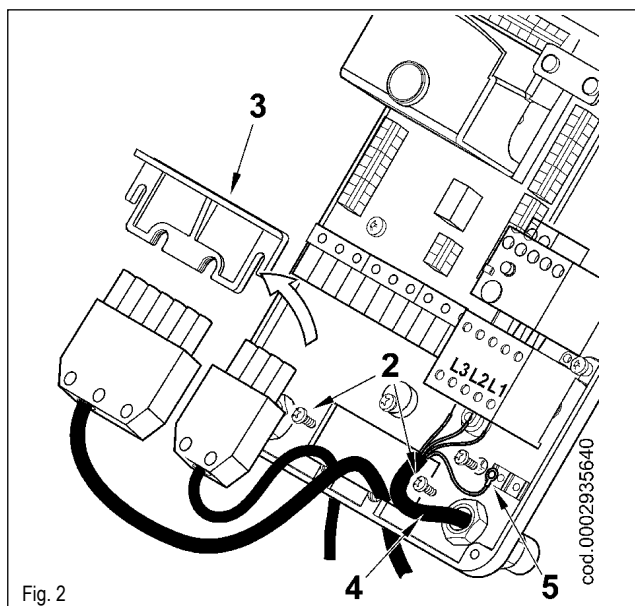

Fig. 2
- Enlever le couvercle en dévissant les 4 vis (1) indiquées sur la figure, sans enlever la porte transparente. Il est alors possible d'accéder au tableau électrique du brûleur.
- Desserrer les vis (2) et, après avoir enlevé la plaquette de serrage des câbles (3), faire passer à travers l'orifice les deux fiches à 7 et à 4 pôles (voir figure 2). Relier les câbles d'alimentation (4) au télerupteur, fixer le câble de terre (5) et serrer le serre-câble correspondant.